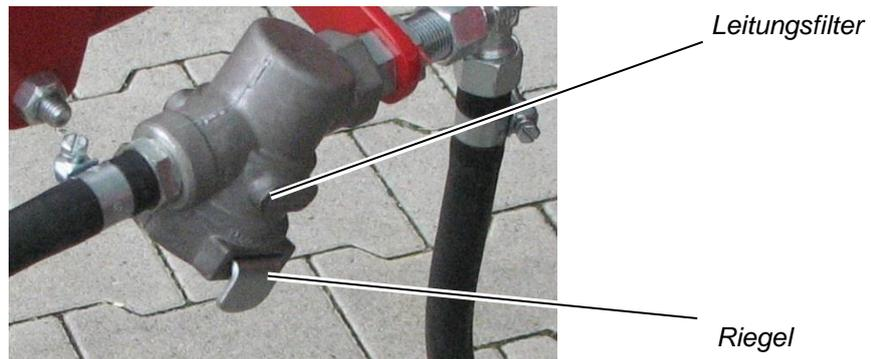

Abbildung 63: Leitungsfilter
- ⇒ Halten Sie eine Hand unter den Leitungsfilter (siehe Abbildung 63).
- ⇒ Ziehen Sie mit der anderen Hand den Riegel aus dem Leitungsfilter heraus (siehe Abbildung 63).